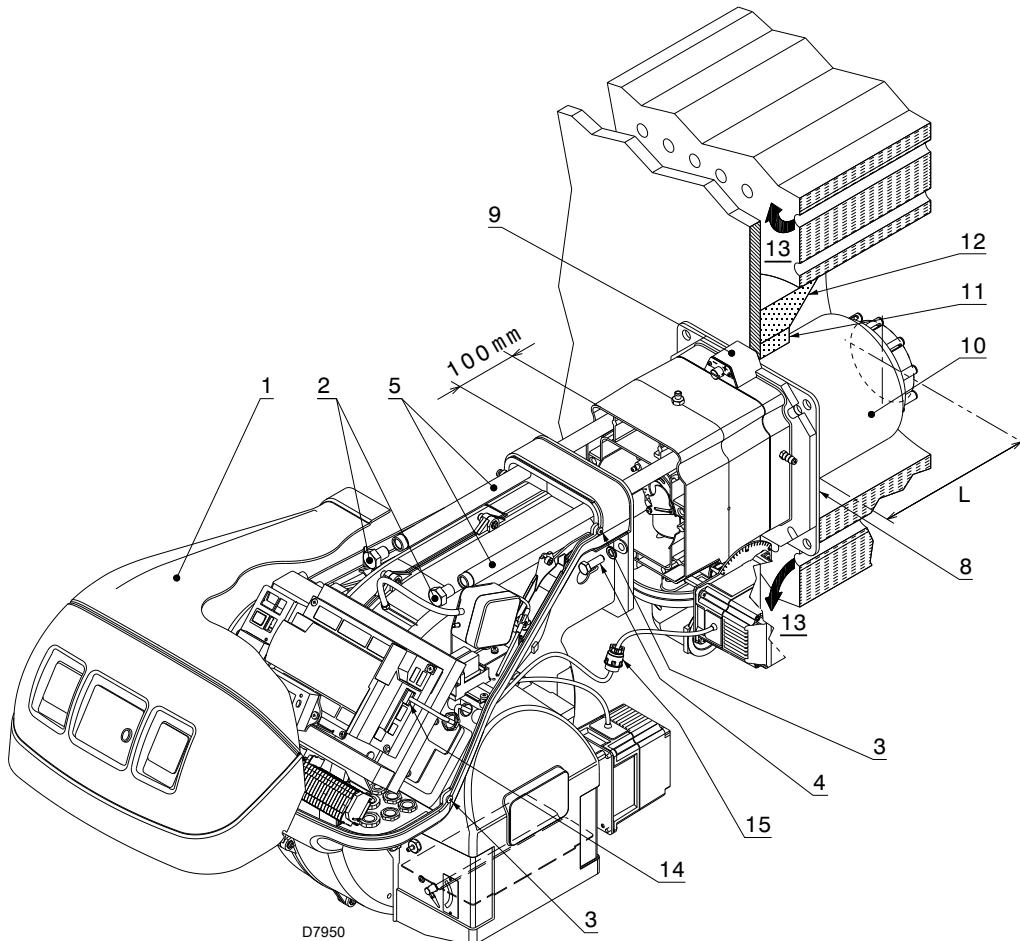

图 16
带前烟道 13)( 第 25 页图 16) 或中心回焰式炉膛的锅炉其使用耐火材料制成的保护性炉补 11) 必须装于锅炉炉补 12) 和燃烧筒 10) 之间。
对于带水冷却前板的锅炉 , 则不需要耐火材料制成的炉补 11)-12)( 图 16) , 除非锅炉制造商另有要求。
从燃烧器上取下燃烧头，如图 图 16 所示，然后按以下步骤操作：
燃烧器位置如第 25 页图 16 所示 ;
- 连接伺服马达插头 14)( 图 16 ) , 拧紧锁扣 15) ;